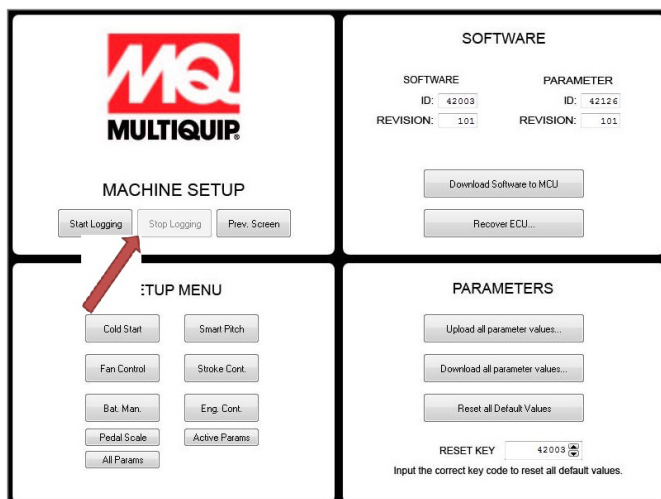

Figure 25. Stop Logging Screen
2. Cliquez sur le bouton « Arrêter la journalisation » (Figure 25).